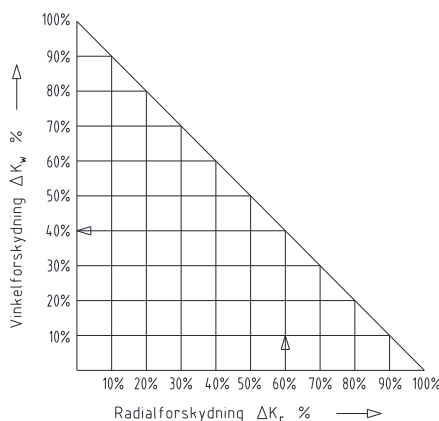

Fig. 20: Forskydningskombinationer
- De i tabel 6 og 7 angivne forskydningsværdier er maksimalværdier, er ikke må opstå samtidigt. Ved samtidigt forekomst af radial- og vinkelforskydning må de tilladte forskydningsværdier kun benyttes proportionalt (se fig. 20).